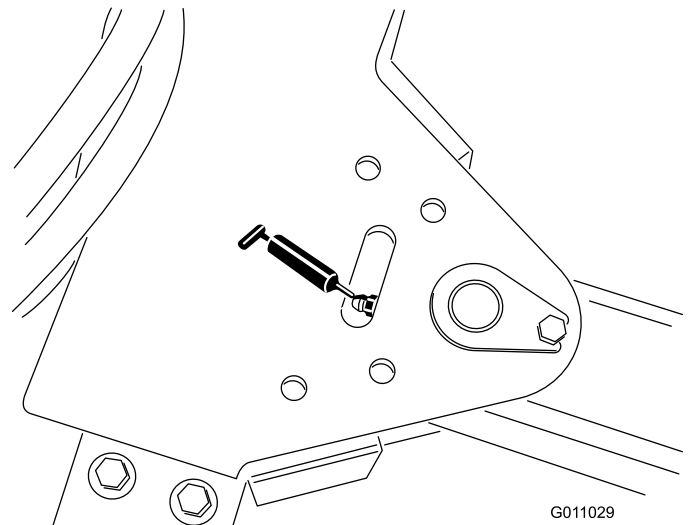

Figura 36
- Pivote de la barra de tracción (1) (Figura 36).